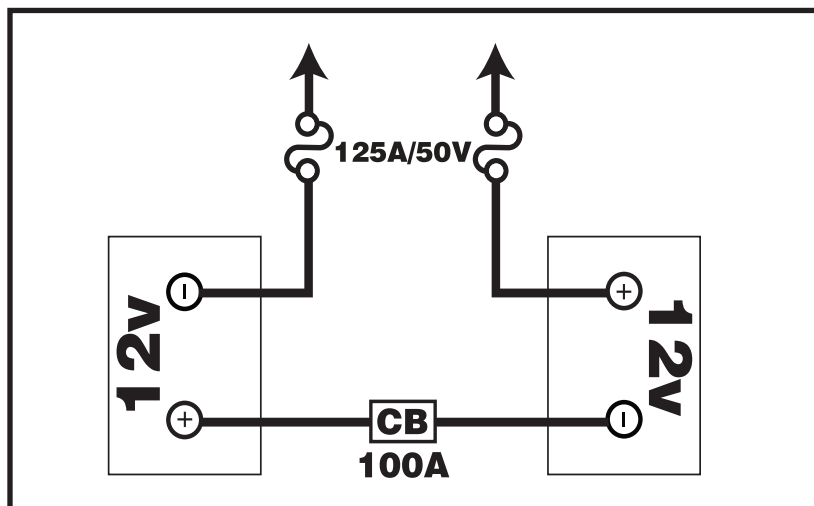

Figure 15. Orientation des fils des batteries
7. Placez une nouvelle batterie dans chaque puits à batterie conformément au schéma de câblage de la batterie comme indiqué sur la figure 15.